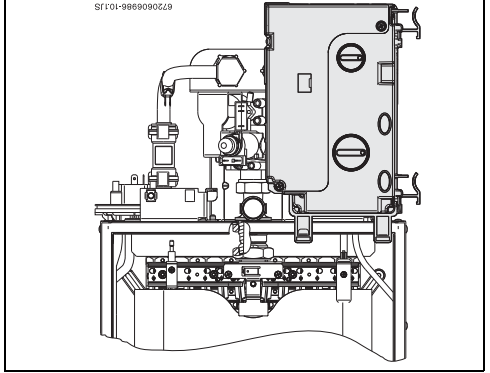

Fig. 20 Tableau électrique - position de réglage de gaz
► Une fois le tableau électrique retiré, positionnez-le conformément à la Fig. 20.